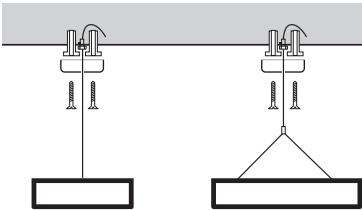

Рис. 3 Схема подвешного монтажа светильника PSO-01
1.6.2 подвешивается к любым прочим поверхностям при помощи специальных подвесов ШК 4895205052314 и ШК 4895205052338 (см. Рис.3).